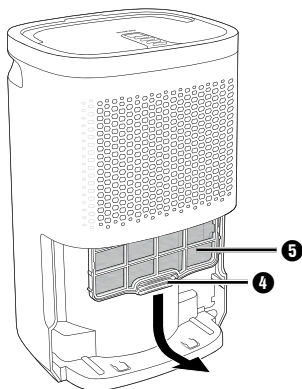

Abb. 4
- ◆ Führen Sie den Kunststoffrahmen **4** mit eingesetztem Luftfilter **5** an den Haltetaschen des Gehäuses vorbei und ziehen ihn nach unten aus dem Gerät heraus (siehe Abbildung 4).